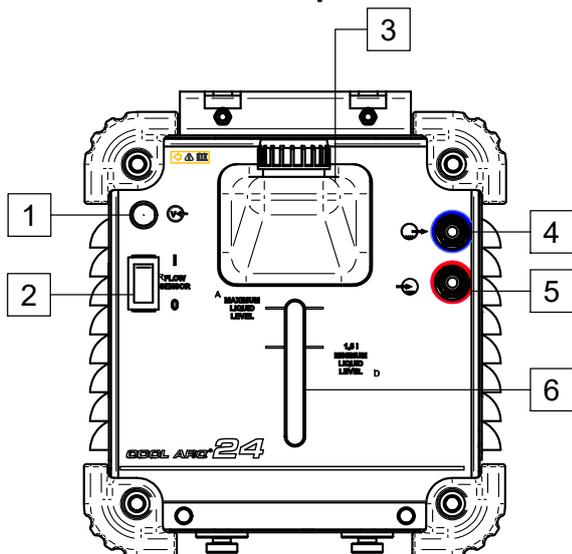

Figura 3
- Collegare i tubi flessibili del gruppo di raffreddamento ai raccordi di ingresso [5] e di uscita [4] (Figura 3).